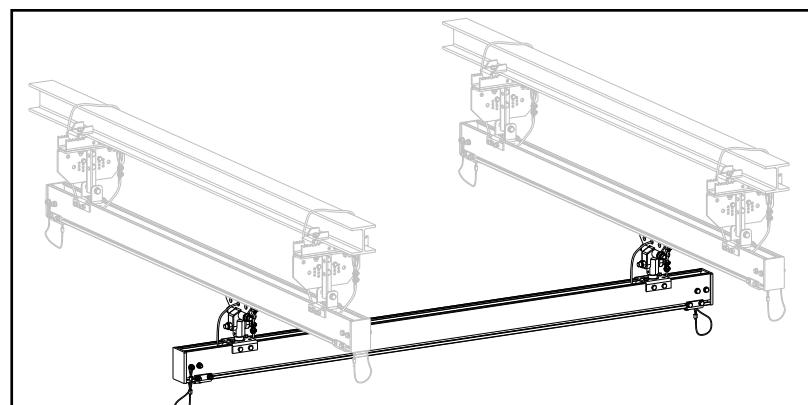

Figura 3-3
- Paso 8. Meta los carros de carga o de grua en el canal del riel. Vea Figura 3-3.